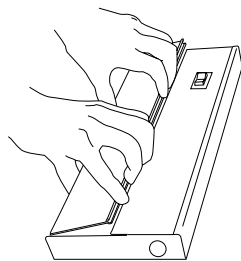

Figure 1
See Figure 1.
2. Retirer délicatement le diffuseur en appuyant sur l'extrémité arrondie (arrière) du bout des doigts tout en soutenant l'avant à l'aide des pouces. Voir la Figure 1.